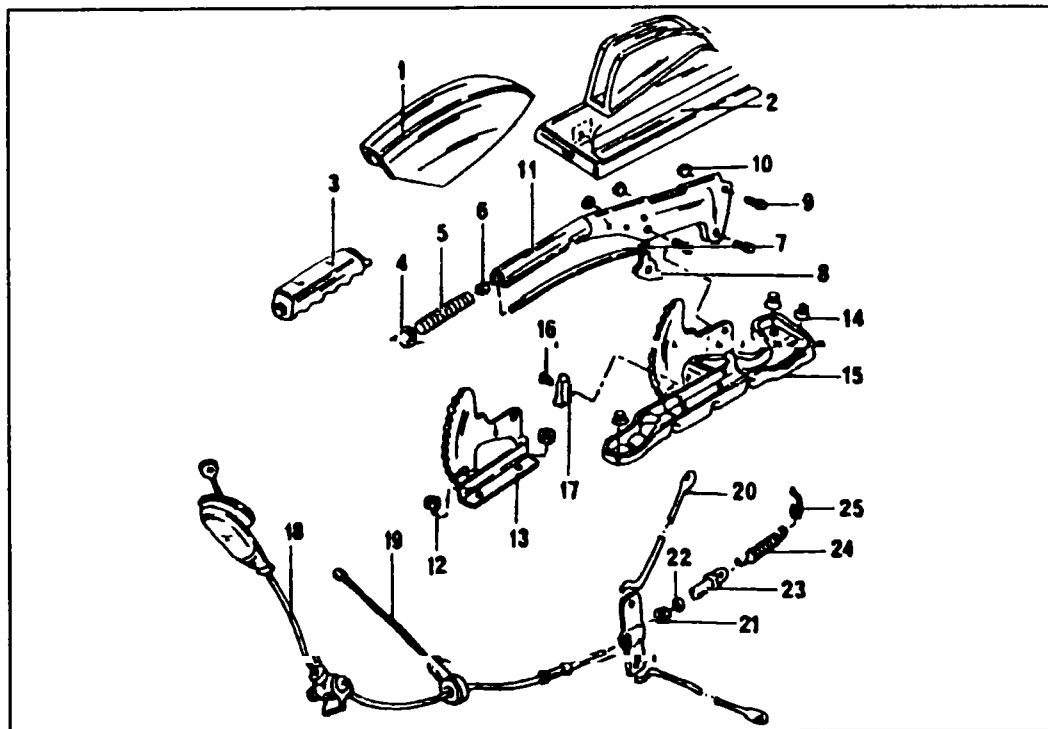
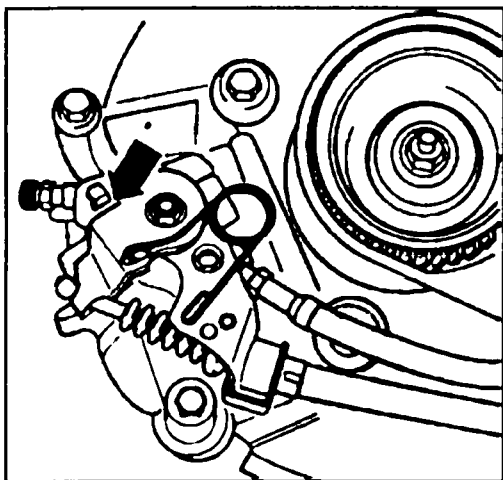

Рис. 9.33 Устройство стояночного тормоза
Рис. 9.34. Рычаг привода стояночного тормоза - модели с задними дисковыми тормозами.
Устройство тормоза показано на рис. 9.33. Все работы связанные со стояночным тормозом можно выполнить на основе этого рисунка.
- ◆ Вращая регулировочную гайку (20, см. рис. 9.33) обеспечьте зазор не более 1 мм между рычагом привода на суппорте и его упором (см. рис. 9.34). Этим Вы обеспечите натяжение троса.